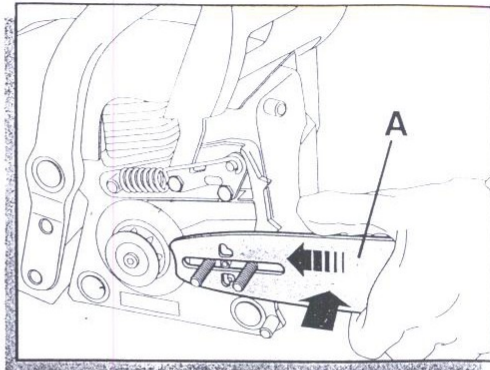

fig. 2
- Sæt sværdet A ind over pinbolten og skub det mod kædehjulet (fig. 2)